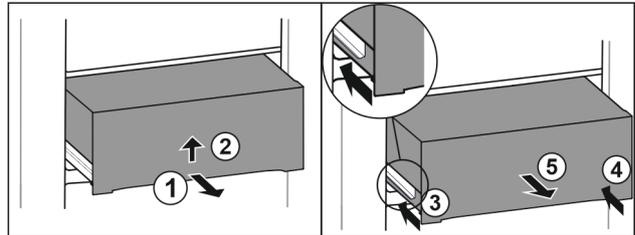

Fig. 41
- ▶ Витягніть ящик на половину. Fig. 41 (1)
- ▶ Підняти висувний ящик за нижній бік. Fig. 41 (2)
- ▶ Вставити ліву рейку. Fig. 41 (3)
- ▶ Вставити праву рейку. Fig. 41 (4)
- ▶ Вийняти висувний ящик рухом вперед. Fig. 41 (5)